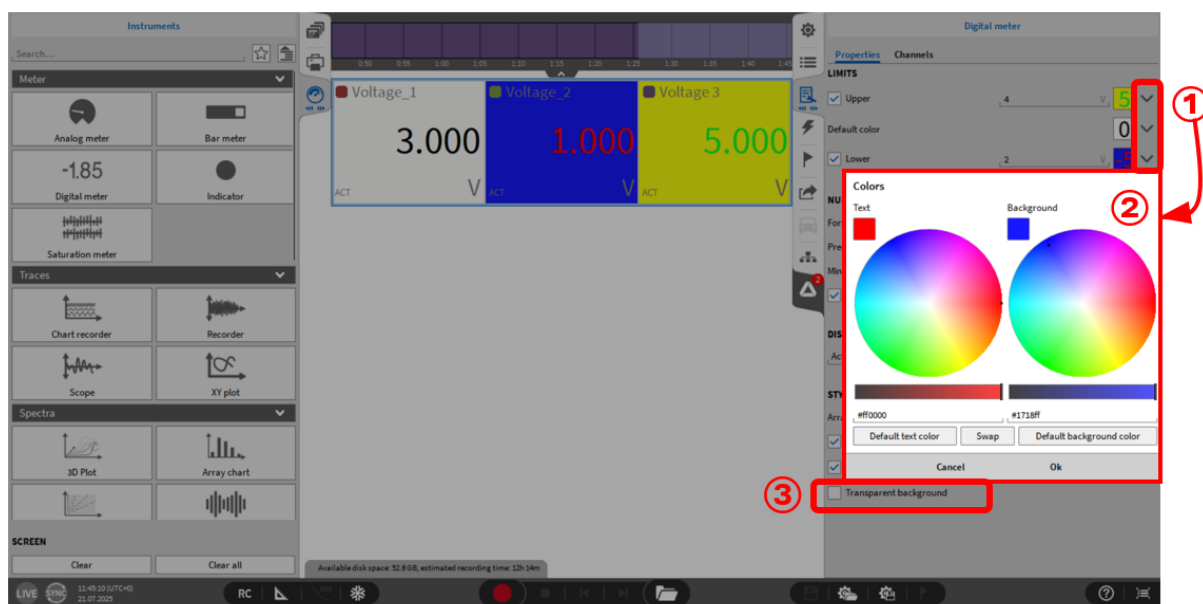

Fig. 8.12: Digital meter –Limits
- 限值 (Limits): 允许用户根据不同的限值为数字仪表 (Digital Meter) 中的文本设置不同颜色。当显示界面非常复杂时, 此功能有助于快速识别已达到限值的信号, 如 Fig. 8.12 所示。用户可以为不同的上限值和下限值定义颜色, 同时还可以为上下限之间的默认状态定义颜色。
首先, 需要为各个限值设置数值 (默认设置除外)。随后, 可通过点击 Fig. 8.12 中 ① 所示的按钮来设置文本和背景颜色。
点击 ① 中对应限值的任意按钮后, 将弹出一个新窗口 (参见 Fig. 8.12 中的 ②)。在该窗口中, 可以分别设置文本颜色和背景颜色。